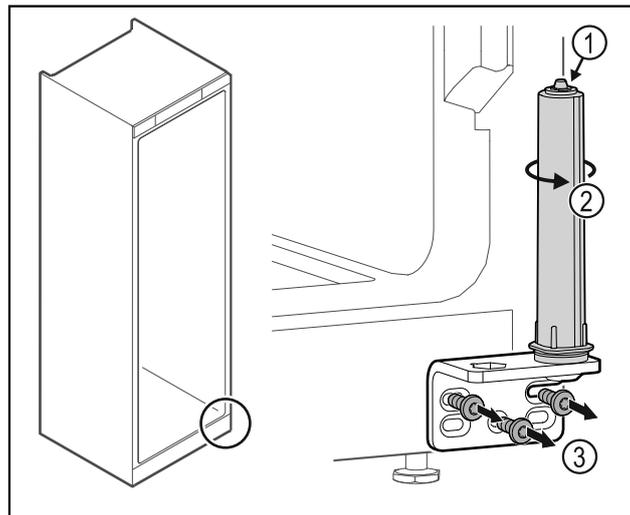

Fig. 25
- Ne pas désassembler le système de fermeture de la porte Fig. 25 (1).
- Tourner le système de fermeture Fig. 25 (2) jusqu'à entendre un clic.
- Dévisser l'équerre de la charnière Fig. 25 (3).